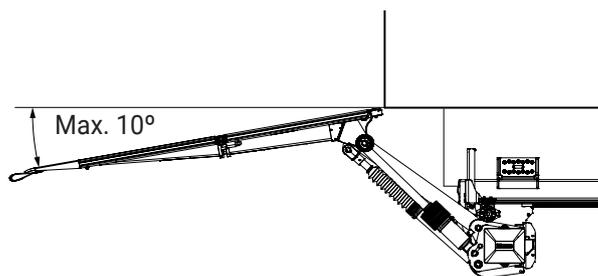

Abbildung 31. Der Neigungswinkel muss auf max. 10° eingestellt werden
9. Die Plattform bis max. 10 Grad unter die Horizontalebene absenken. Siehe Abbildung 31.